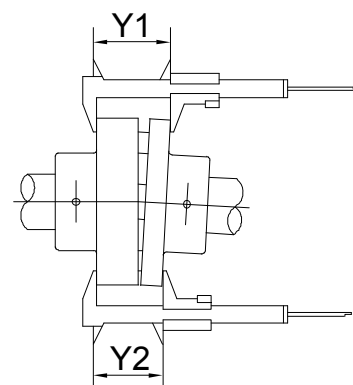

Fig. 22
- 10 - Verificar o alinhamento angular com um calibrador de correção medindo em vários pontos a dimensão externa da junta (consultar a fig. 22).